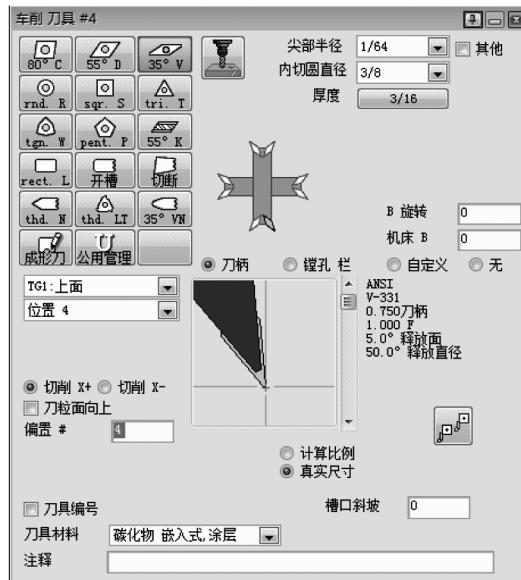

图 5-21 车削刀具#4
- 6) 创建车削刀具#4, 如图 5-21 所示。此刀具设置与车削刀具#3 相同。